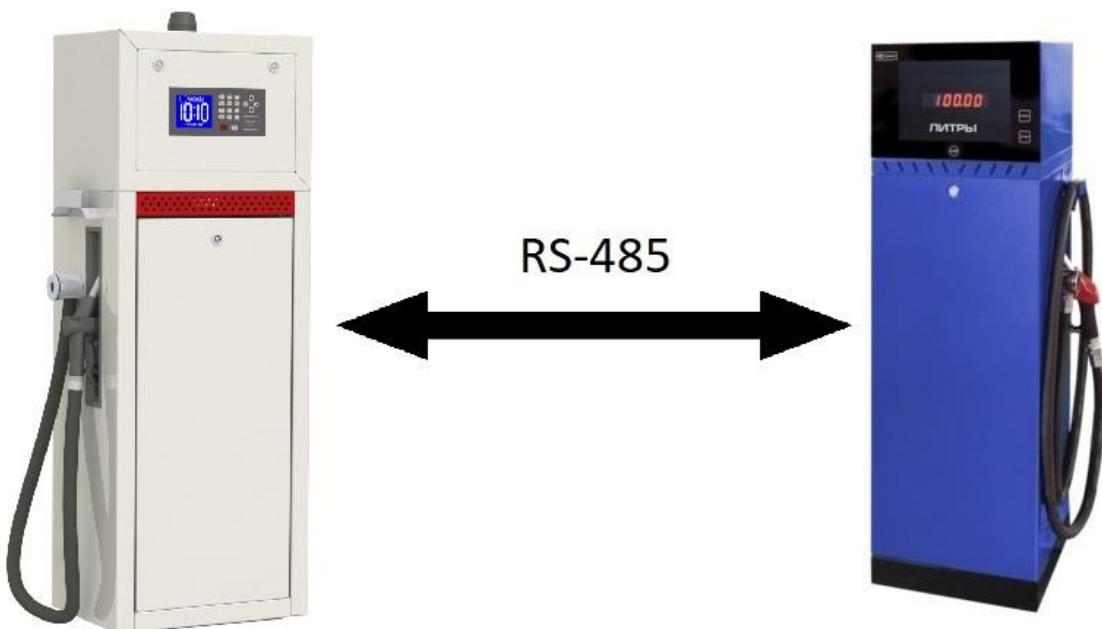
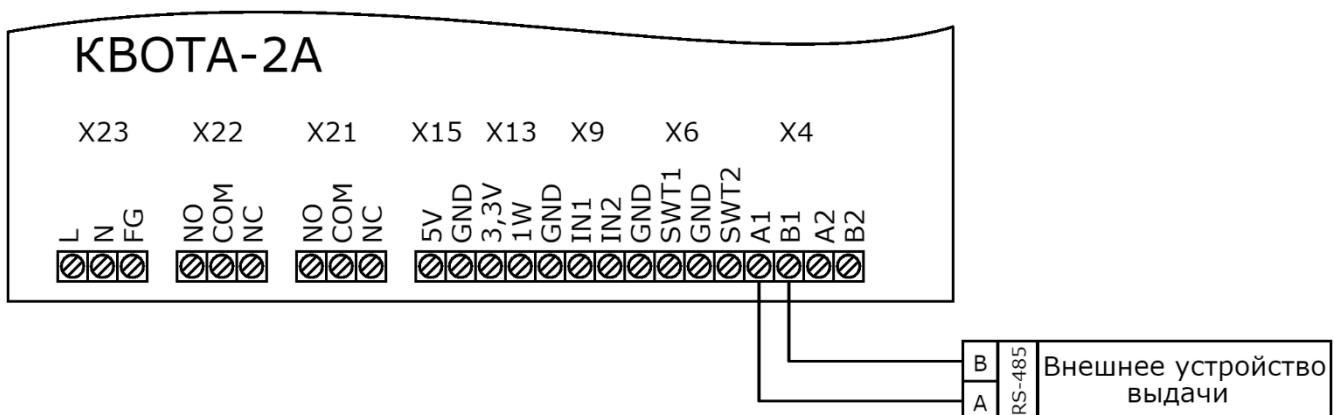

Рисунок 10
Рисунок 11
1. К насосному блоку с контроллером «КВОТА-2» может быть подключена одна однопортовая колонка только по интерфейсу RS-485 (рис. 10) в соответствии с электрической схемой, представленной на рис. 11;